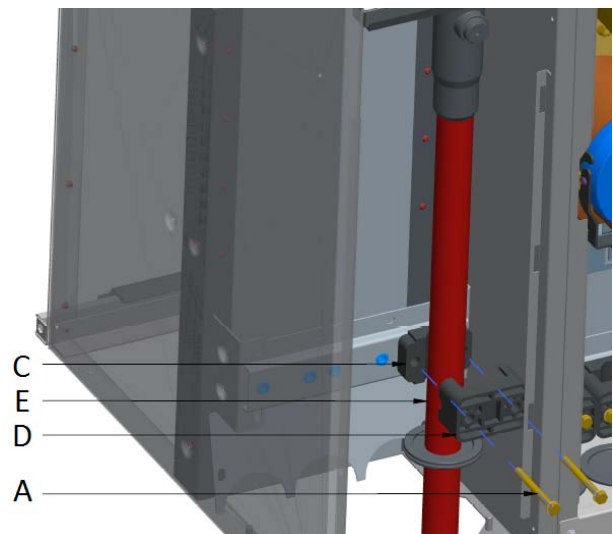

Figure 24: Montage supports de câble
- Placer la première partie du collier de serrage de câbles (Figure 24 C) entre le câble (Figure 24E) et le support de câble (Figure 24D).